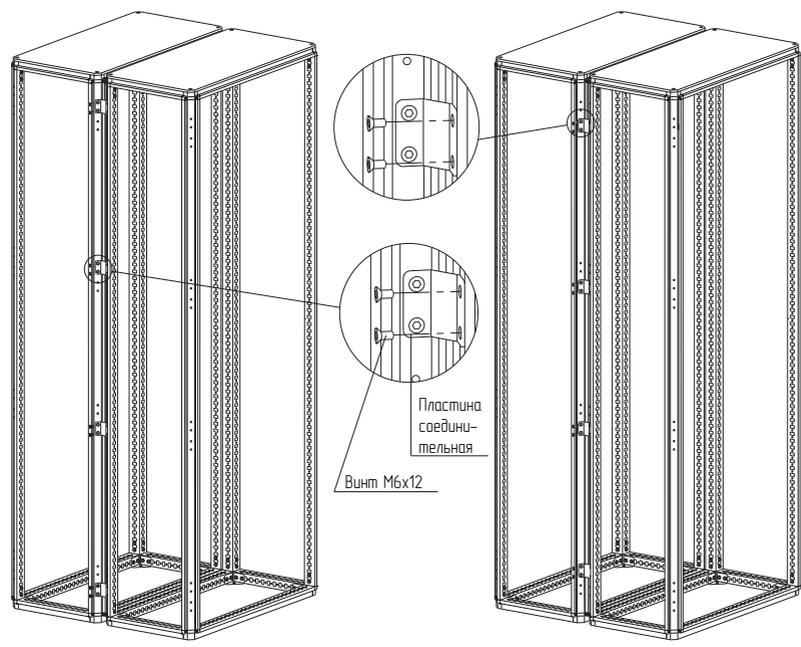

Рисунок 67
4.37.2 Закрепить пластину соединительную на нужной высоте к стойкам каркасов винтами М6х12 (рисунок 67). Момент затяжки – 7 Н·м.